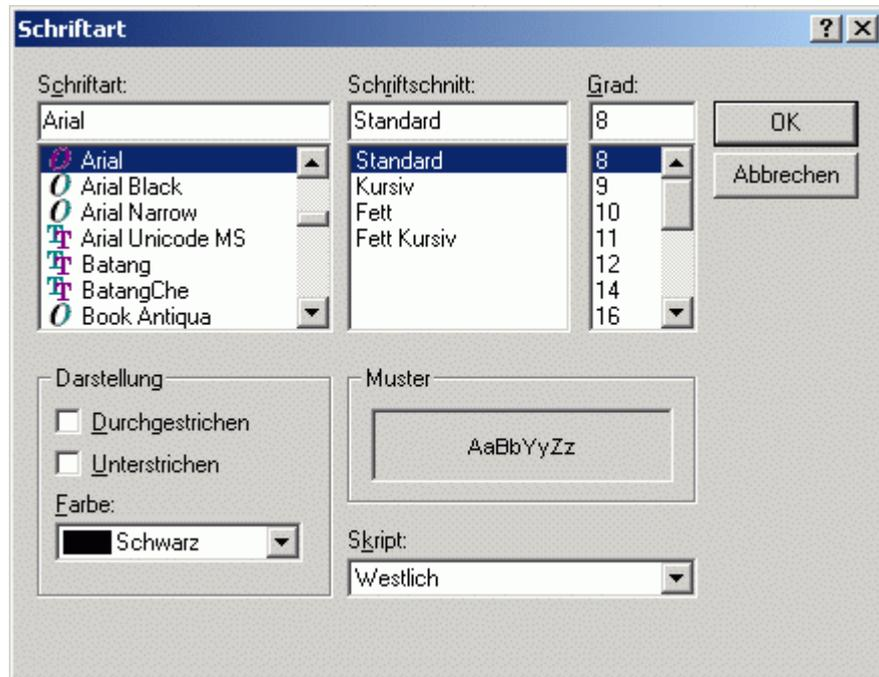

Abb. 7-1-14 [Schriftart ändern]
- Die folgende Seite zur Bearbeitung der Schriftart wird angezeigt (siehe Abb. 7-1-14).